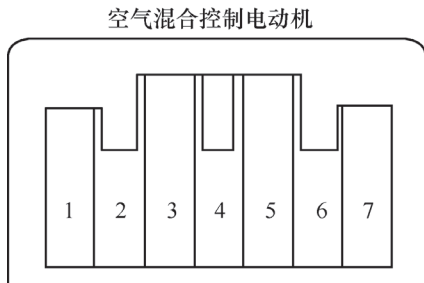

图 5-145 空气混合控制电动机的检查
2) 如图 5-145 所示, 把空气混合控制电动机的 1 号端子接到蓄电池正极上, 2 号端子搭铁, 空气混合控制电动机应该运转, 并在最大制冷处停止。如果不是, 调转接头, 空气混合控制电动机将运转, 并在最大制暖处停止。如果空气
2) 如图 5-145 所示 (模式控制电动机插接器端子与空气混合控制电动机相同), 将蓄电池电源接到 2 号端子, 1 号端子搭铁, 模式控制电动机应当运转自如, 并在通风处停止; 如果不是, 调装接头, 模式控制电动机应当运转平稳, 在除雾处停止。当模式控制电动机停止运转时, 应立即断开蓄电池。
2) 如图 5-145 所示 (再循环控制电动机插接器端子与空气混合控制电动机相同), 将蓄电池电源连接到再循环控制电动机的 1 号端子, 5 号和 7 号端子搭铁, 再循环控制电动机应当运转平稳。为了避免损坏再循环控制电动机, 不要将电源和搭铁接反。5 号和 7 号端子从搭铁断开, 再循环控制电动机将在新鲜空气处停止 (当断开 7 号端子时) 或在再循环处停止 (当断开 5 号端子时)。不要让再循环控制电动机运行太长时间。